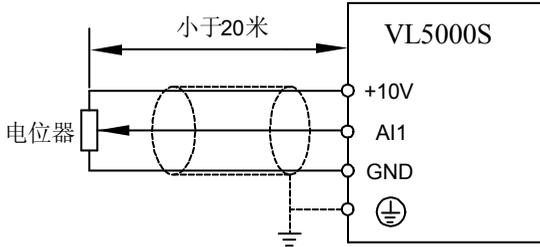
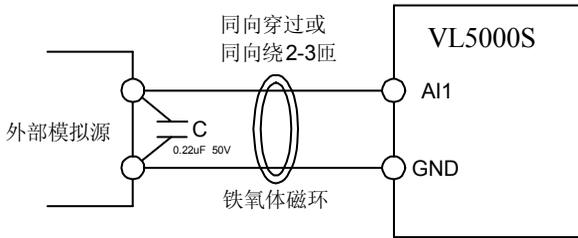

图 3-4 模拟量输入端子接线示意图
图 3-5 模拟量输入端子处理接线图
- a) 模拟输入端子: 因微弱的模拟电压信号特别容易受到外部干扰, 所以一般需要用屏蔽电缆, 而且配线距离尽量短, 不要超过 20m, 如图 3-4。在某些模拟信号受到严重干扰的场合, 模拟信号源侧需加滤波电容器或铁氧体磁芯, 如图 3-5。